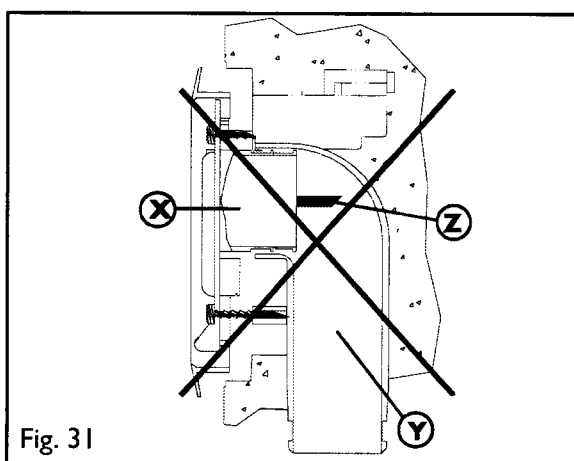
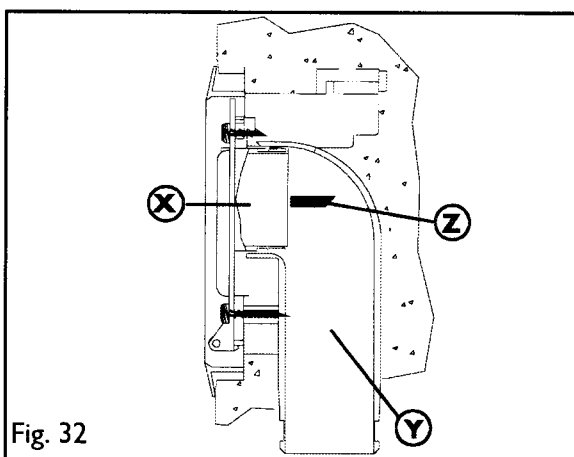

Fig. 31
Fig. 32
3. Ifall montagställningens muff (X) tar emot anslaget (Z) (fig. 31) i sugdosans anslutningsböj (Y), så att ramen inte trycks fast mellan vägg och dosa, skall montagställningens muff avkortas till utseendet i fig. 32 enligt följande: